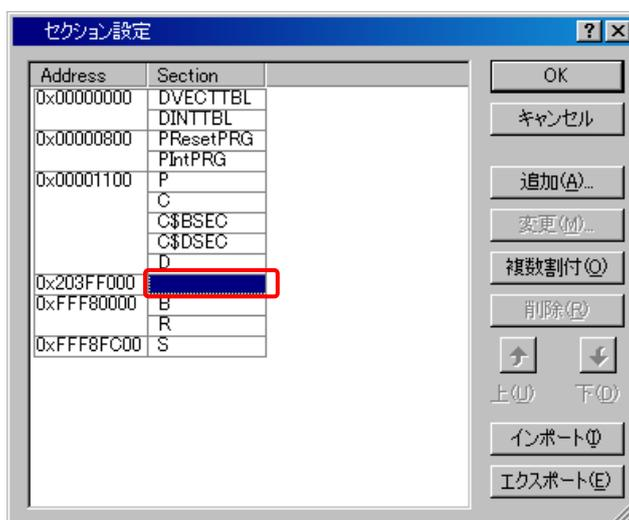

図5.3.14 セクション設定④
- (4) セクションアドレスが追加され、[セクション]ダイアログボックスに戻ります。図 5.3.14に示すように空白の「Section」を選択し、「追加」ボタンをクリックします。